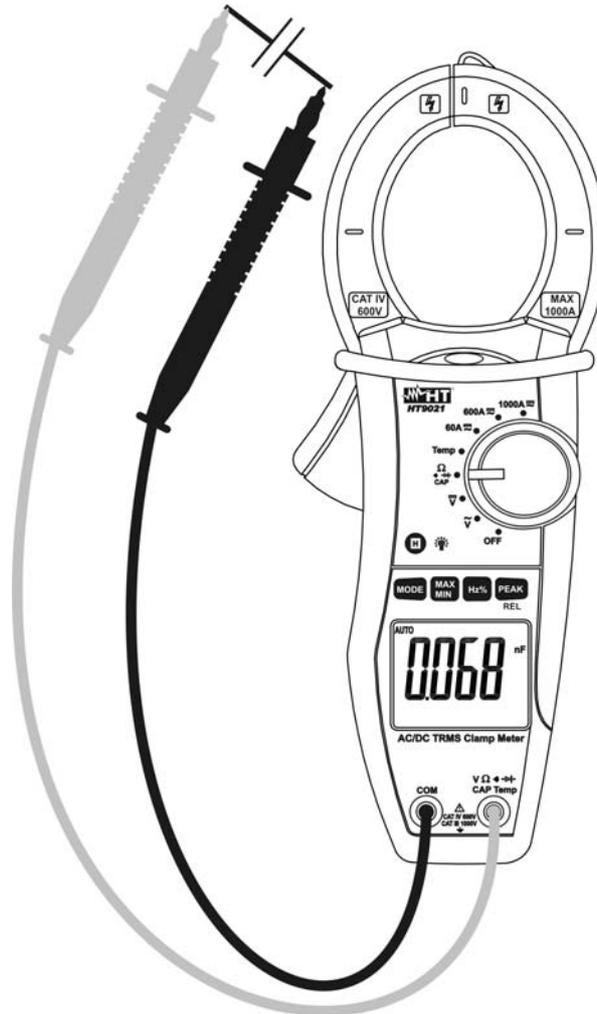

Fig. 6: Uso de la pinza para medidas de Capacidades
4. Posicione las puntas de prueba en el punto deseado del circuito en examen (Fig. 6). El valor de la capacidad será visualizado. En la medida de capacidades la barra gráfica analógica está desactivada